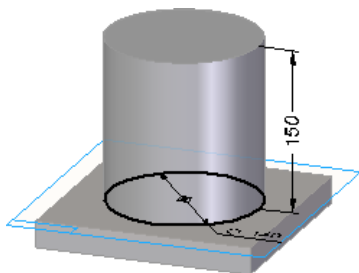

图 4.3.3 零件模型
Step3. 在建模零件环境的模型树中右击 **拉伸 2**，然后在弹出的快捷菜单中选择 **编辑定义**命令，此时零件模型显示如图 4.3.3 所示。